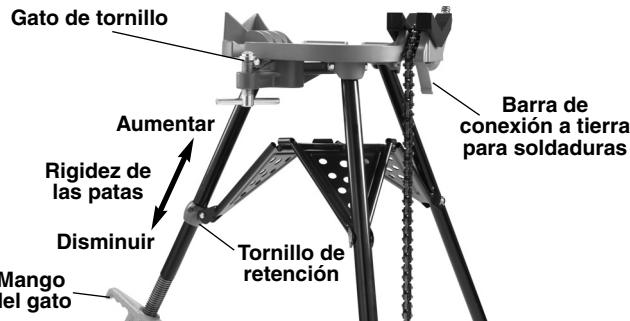

Figura 2 – Ajuste de la tensión de las patas del trípode (460-12)
- Conexión para soldaduras – las prensas de tornillo TRISTAND 460-6 y 460-12 disponen de una barra de conexión a tierra para aparatos de soldar, ubicada debajo de la prensa (Figura 2).